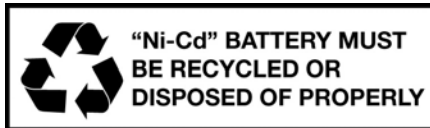

Fig. 7
- Carefully lift out the battery pack and disconnect the wire terminals by pulling apart the wire terminal connectors. Remove the battery pack from the unit. (Fig. 7)
4. Extraiga cuidadosamente la batería y desconecte los terminales separando los conectores de los cables. Quite la batería de la unidad. (Fig. 7)
6. Siga las instrucciones de carga inicial de la batería. Llame al departamento de servicio al cliente al 1 (800) 798-7398 si tiene algún problema reemplazando la batería.